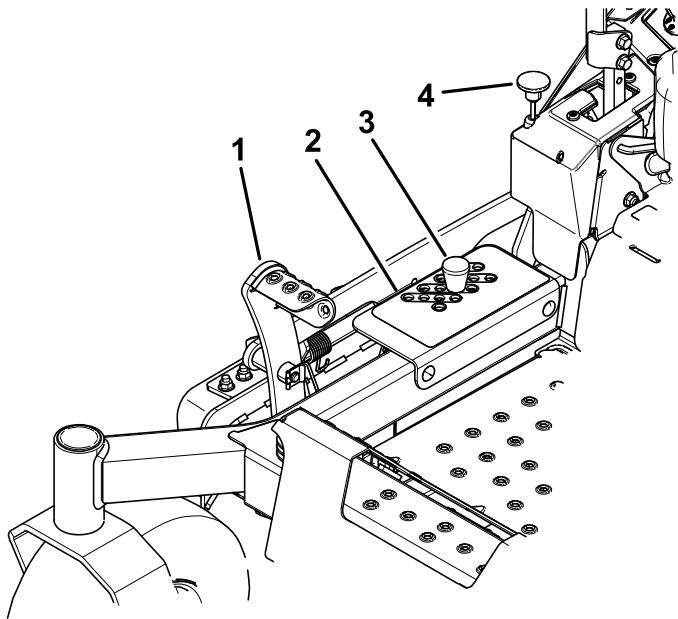

Figure 29
2. Appuyez sur la pédale de levage du plateau avec le pied et élevez le plateau à la position de **TRANSPORT** (qui est aussi la position de hauteur de coupe de 127 mm), comme montré à la Figure 29.
3. Retirez l'axe du support de hauteur de coupe (Figure 29).
4. Placez la goupille dans le trou du support correspondant à la hauteur de coupe voulue (Figure 29).